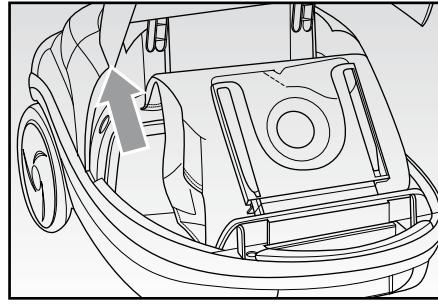

Fig. 7
- Estrarre il sacchetto, prestando attenzione a non strapparlo, fare scivolare la parte di cartone rigida o in plastica nel caso di sacchetto in tessuto, nelle apposite guide (FIG. 7). Gettarlo nel bidone della spazzatura nel caso di sacchetto in carta, oppure svuotarlo nel caso di sacchetto in tessuto.
- Rimuovere il sacchetto (FIG. 7).